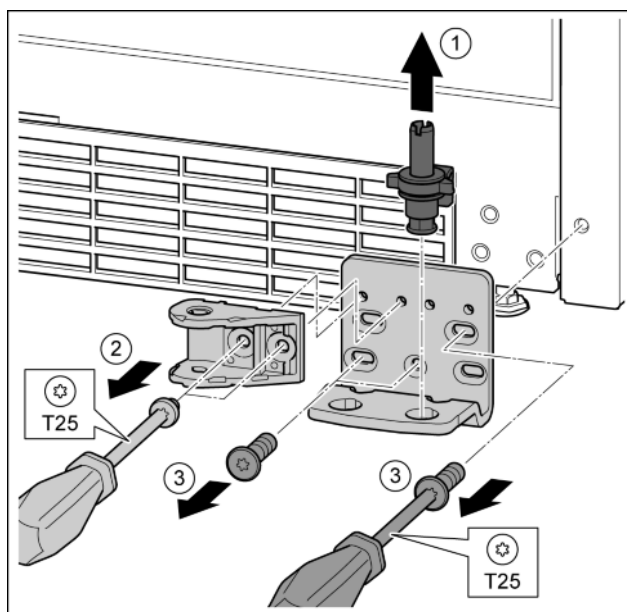

Fig. 30
- ▶ Ložiskový čap vytiahnite úplne nahor. Fig. 30 (1)
- ▶ Skrutky vyskrutkujte skrutkovačom T25 a odnímate spoj zatváracieho tlmíča. Fig. 30 (2)
- ▶ Skrutky vyskrutkujte skrutkovačom T25 a odnímate ložiskovú konzolu. Fig. 30 (3)